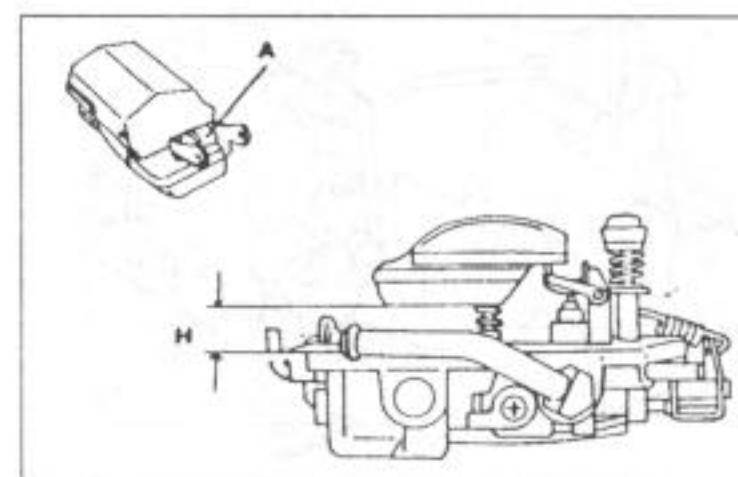

Рис. 130.
- Повернуть карбюратор так, чтобы поплавок мог лежать ровно, и замерять расстояние между нижним краем поплавка и поверхностью крышки карбюратора. Использовать стальной прут 12,5 мм (напр., спиральное сверло) и вставить его в зазор, как это видно из рис. 130. Уплотнение крышки не вкладывать. Если необходимо, язычок (A) для регулировки откорректировать. Еще раз проверить уровень поплавка. Стальной прут нужно также вставить и поплавок наклонить в одну сторону, а поверхность крышки — в другую.